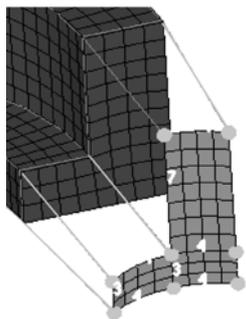

图 5-35 调整网格密度
- (1) 将 arm_straight 设置为当前工作组件。
- (2) 进入 automesh 面板。
- (3) 选择直臂和圆柱体之间的 L 形面，这个面都存放在 arm_straight 组件中。
- (4) 将 meshing mode 设置为 interactive。
- (5) 单击 mesh 按钮进入分网程序。
- (6) 在 density 子面板按图 5-35 所示调整网格密度。
- (7) 单击 mesh 按钮更新分网密度。
- (8) 单击 return 按钮创建二维单元并返回 automesh 面板。
- (9) 单击 return 按钮返回主面板 (main menu)。